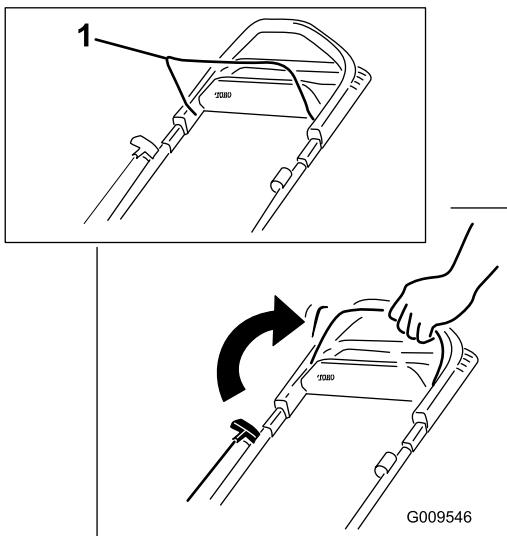

Bild 14
1. Drücken Sie den Schaltbügel gegen den Führungsholm und halten sie ihn gegen den Führungsholm gedrückt (**Bild 14**).